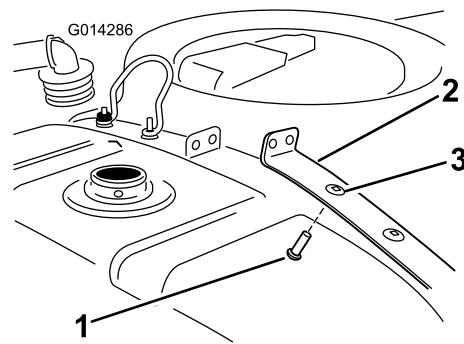

Figura 8
- Instale un perno de cuello cuadrado en el taladro interior del fleje trasero derecho del depósito. (Figura 8)